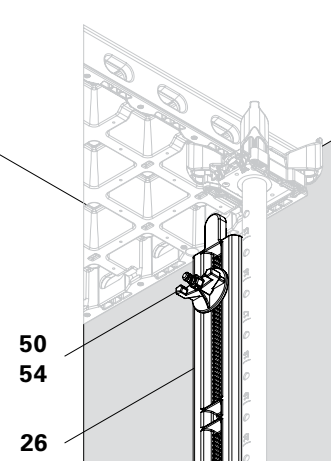

Fig. D1.05a
2. Infilare il supporto parete DUO 82 (26) sul tirante con il dente verso l'alto e la superficie piana verso la parete. (Fig. D1.05a)